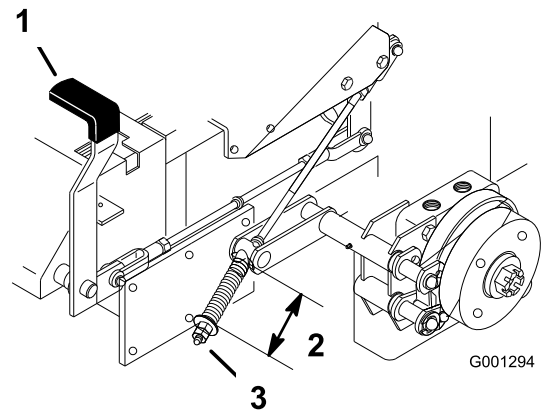

Figura 69
2. Mida la longitud del muelle. La medida debe ser de 64 mm entre las arandelas (Figura 69).
3. Si es necesario ajustarla, quite el freno de estacionamiento, afloje la contratuerca que está debajo del muelle y ajuste la tuerca que está directamente debajo del muelle (Figura 69). Gire la tuerca hasta obtener la medida correcta. Gire la tuerca en sentido horario para acortar el muelle y en sentido antihorario para alargar el muelle.